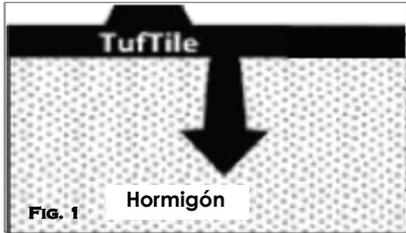

FIG. 1
2. Slowly press tile into concrete starting at one side and continue placement until the bottom is flush with the surface. (Fig 1)
2. Despacio y con cuidado ubique la baldosa en el hormigón empezando por un lado y continuando hasta que la baldosa entera sea uniforme con la superficie. (Fig. 1) **IMPORTANTE: No se pare encima de la baldosa durante la instalación.**